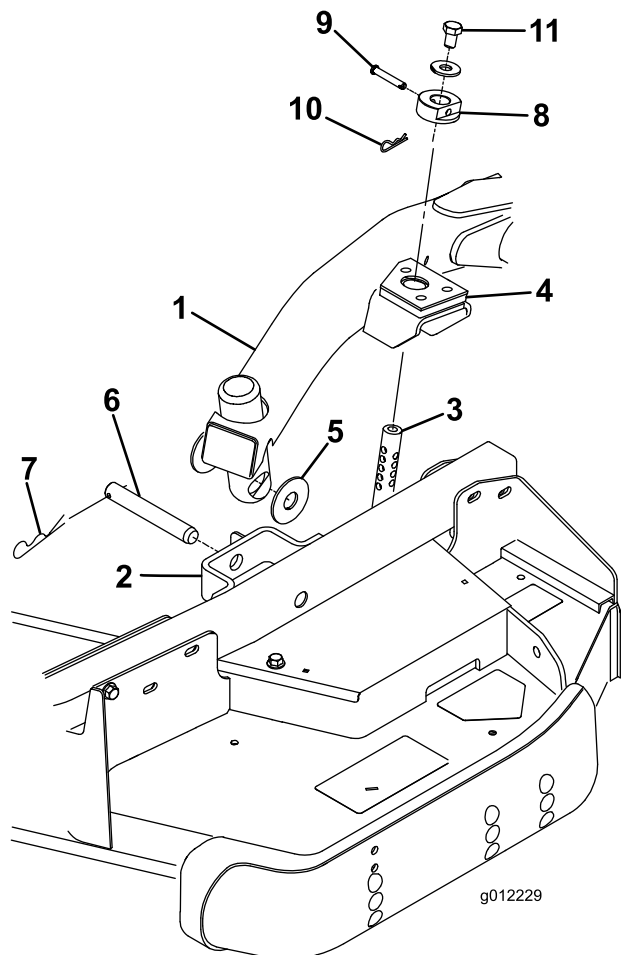

Bild 4
2. Stellen Sie den Hubhebel auf die Schweben-Stellung. Drücken Sie einen Hubarm nach unten, bis die Löcher im Hubarm mit den Löchern in der Laufradarmhalterung ausgerichtet sind, und die Schneithöhenstange in die Hubarmpolster eingesetzt werden kann (Bild 4).
3. Befestigen Sie den Hubarm mit zwei Druckscheiben, einem Lastösenbolzen und einem Splint am Laufradarm. Legen Sie die Druckscheiben zwischen den Hubarm und die Halterung des Laufradarms (Bild 4). Setzen Sie das Ende des Splints in den Schlitz im Laufradarm ein, um den Splint zu arretieren.
7. Befestigen Sie die Schneithöhenstellringe an den Schneithöhenstangen und befestigen Sie sie mit den Lastösenbolzen und den Splints (Bild 4). Der Kopf des Lastösenbolzens sollte möglichst zur Mähwerkvorderseite zeigen.
8. Setzen Sie eine Schraube (1/2 x 3/4 Zoll) und eine Scheibe oben an jeder Schneithöhenstange ein (Bild 4).